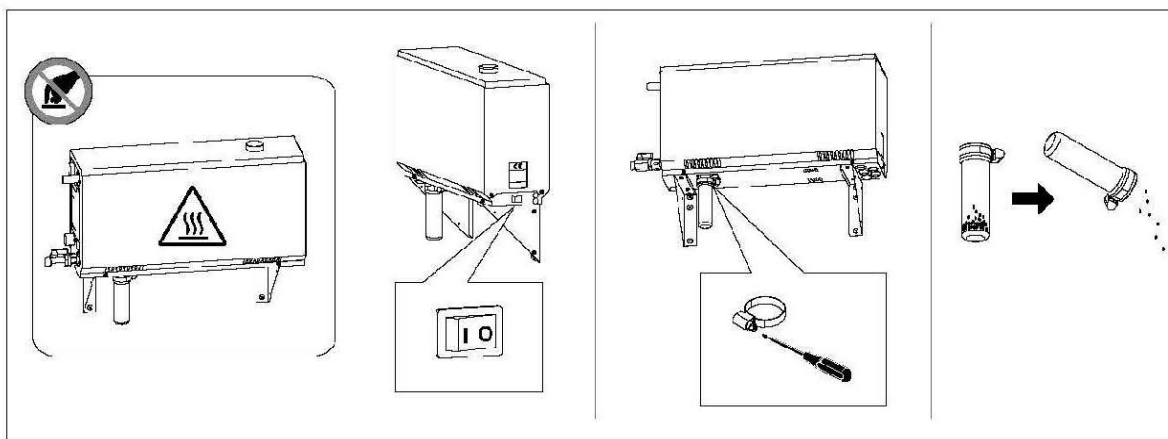

Figura 2. Golirea cupei de sedimente
2. Opriți generatorul de abur de la întrerupătorul principal (Figura 2).
3. Opriți generatorul de abur cu comutatorul principal (Figura 2).